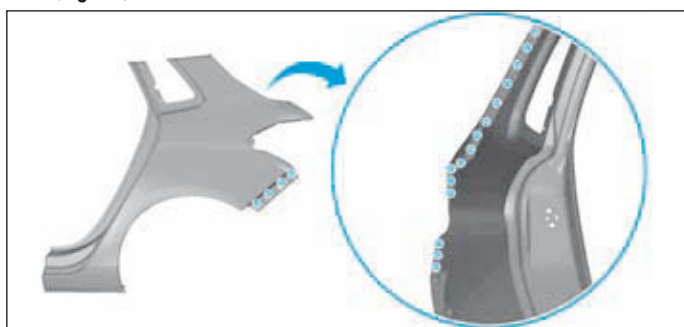

FIG.101
- Tracer puis percer au Ø 6,5 mm pour un soudage ultérieur par points bouchons MAG (Fig.101).